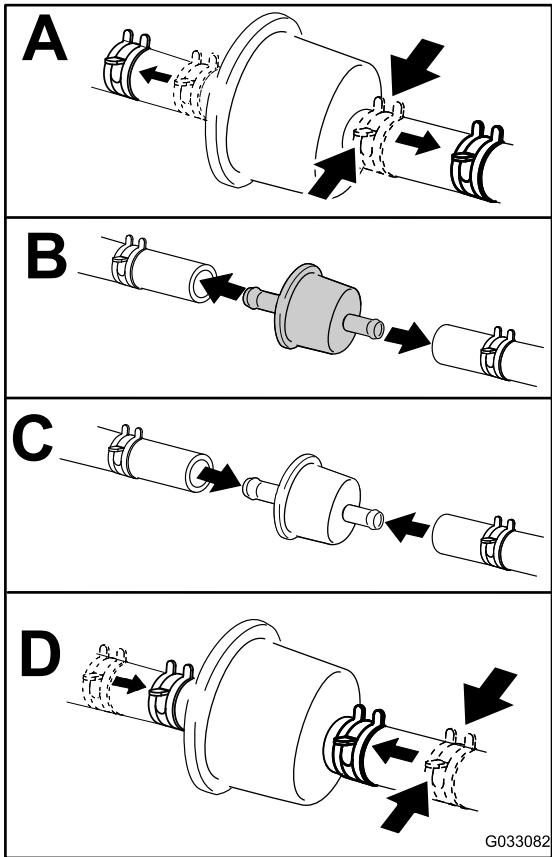

Figura 48
4. Substitua o filtro de combustível (Figura 48).